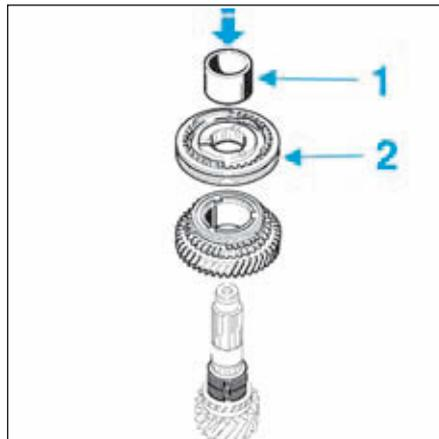

FIG.39
Le remplacement des pièces telles que les bagues sous pignons fou (1) ou les moyeux baladeurs (2) nécessite une modification de calage dite par comparaison et décrite ci-après (Fig.39).